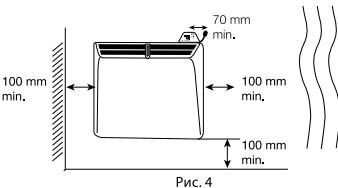

Рис. 4
3. Закрепите нижнюю часть блока управления на задней крышке конвектора, вставив направляющие выступы в соответствующие пазы на конвекторе. 4. Вставьте фиксатор блока управления в соответствующий паз на конвекторе таким образом, чтобы он оказался полностью утоплен. Убедитесь, что между блоком управления и задней крышкой конвектора нет щелей. 5. Дополнительно закрепите блок управления на конвекторе с помощью винта (ходит в комплекте). 6. При настенной установке конвектора, необходимо вертикально установить держатель Bullet Sensor с помощью самореза и дюпеля на стене как указано на рис. 4. 7. Освободить датчик Bullet Sensor от шнура электропитания. 8. Установить датчик Bullet Sensor на настенный держатель.